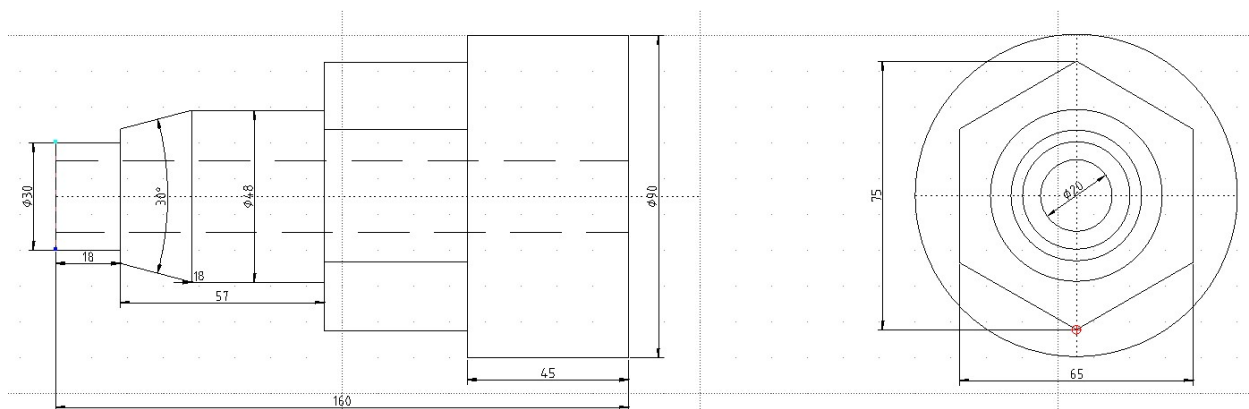

Рисунок 11 – Чертеж детали с нанесенными размерами
15. На левой панели заходим на вкладку «Размеры», «Вертикальный». Выбираем привязку к конечным точкам. Нажимаем на нужные точки, убираем привязку и оттягиваем линию с размером. Выбираем метку «диаметр» (на панели вверху). Если необходимо изменить значение величины, можно ввести его в поле рядом с инструментом «Метка». Таким образом, наносим се вертикальные и горизонтальные размеры. Аналогично можно нанести и угловой размер (30°) также с привязкой к конечным точкам объекта. Для вида слева будем использовать диаметральный размер. В результате получаем следующий чертеж (рис. 11). Далее закрываем (предварительно сохранив) файл.